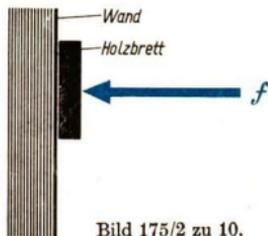

Bild 175/2 zu 10.
- Stützt man sich auf einen Tisch, so tritt durch die elastische Verformung eine Gegenkraft auf. Wird ein Geschoß abgefeuert, so wirken die Pulvergase auch gegen den Verschluß und drücken das bewegliche Rohr nach hinten. Eine wichtige Anwendung findet das Gegenwirkungsprinzip bei den Raketen- und Strahltriebwerken (Bild 175/1).
Bild 175/1 Funktion eines Strahltriebwerks. In das Triebwerk strömt vorn Luft ein und wird verdichtet, bevor sie in die Brennkammern gelangt. Die Verbrennungsgase treiben die Verdichtungsturbine an und strömen dann mit großer Geschwindigkeit durch die Schubdüse ins Freie. Die Gegenkraft wirkt auf die Rakete und beschleunigt sie. Bei Strahltriebwerken moderner Flugzeuge werden 7000 kp und mehr als Schubkraft erreicht. Wozu dient die Luft, und warum wird sie verdichtet?
10. Mit welcher Kraft muß das Holzbrett nach Bild 175/2, das 3,5 kp wiegt, an die Wand gedrückt werden, wenn es nicht herabgleiten soll? Die Reibungszahl ist 0,3.